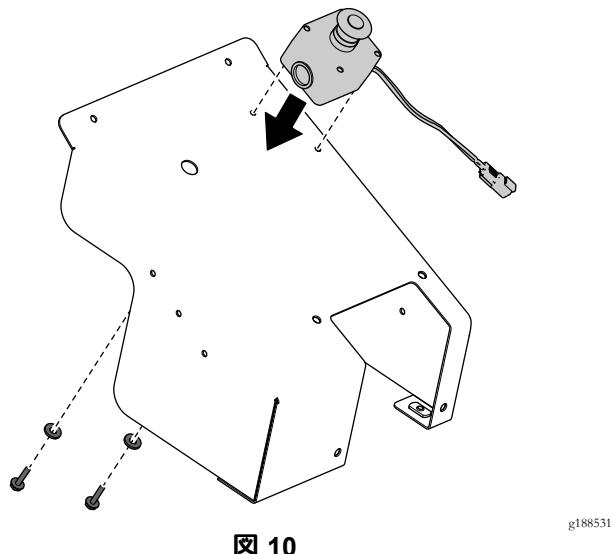

図10
9. 先ほど外したストップボタンアセンブリをカバーに取り付ける図10。